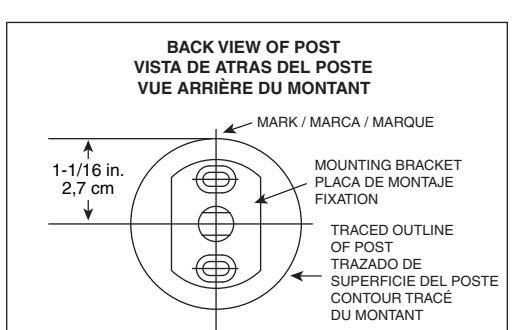
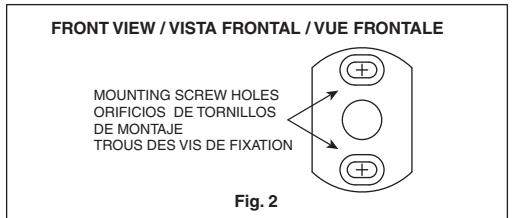
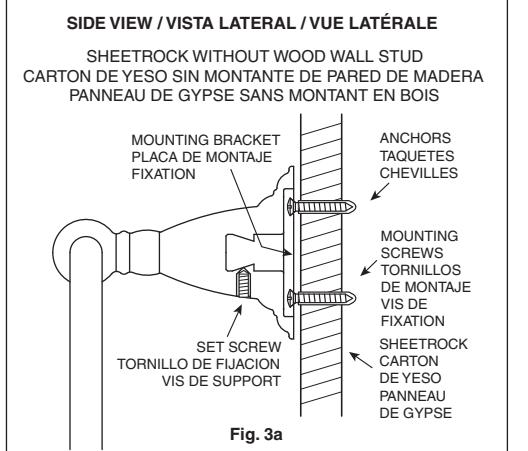
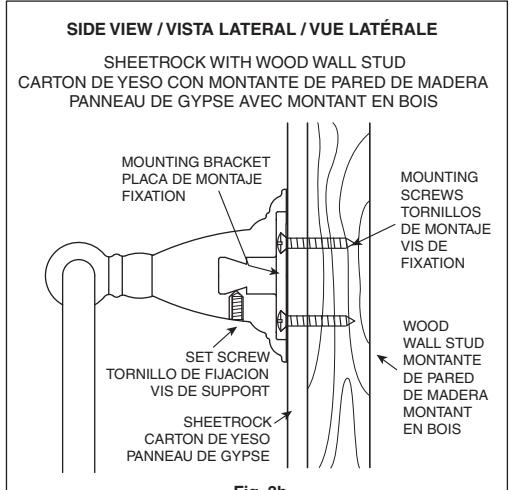

Fig. 1
Fig. 2
Fig. 3a
Fig. 3b
- Locate the unit on the wall where desired and mark the top center of the unit. **Fig. 1.** Draw a 1-3/4 in. vertical line from the mark. Measure 1-1/16 in. down from the mark and draw a 1 in. horizontal line. Position the center hole of the mounting bracket over the intersection of the lines. Be certain that the vertical line is in the center of the oblong holes. Mark the screw locations in the centers of the oblong holes. **Fig. 2.** On ceramic tile, try to locate the mounting hole locations on a grout line. If mounting into ceramic tile, place masking tape on the mounting area before marking the location to prevent the drill bit from sliding across the tile. To drill through ceramic tile, obtain a 1/4 in. diameter carbide tip drill bit.
Drill 1/4 in. diameter holes where indicated, **Fig. 2.** Push in the plastic anchors until flush with the wall and screw the steel mounting bracket to the wall, **Fig. 3a.** Do not overtighten the mounting screws.
Drill 3/32 in. diameter holes for easy screw mounting, **Fig. 2.** DO NOT USE PLASTIC ANCHORS. Screw the steel mounting bracket to the wall, **Fig. 3b.** Do not overtighten the mounting screws.
- Unscrew the set screw if necessary to fit the assembly over the wall mounting bracket. Slip the assembly over the mounting bracket with the set screw body. **Figs. 3a and 3b.** The assembly must hook over the mounting bracket. Push flush with the wall and tighten the set screw.
- Sitúe la pieza en la pared en la posición deseada y marque el centro de la parte superior, **Fig. 1.** Trace una línea vertical de 4,4 cm desde la marca. Mida 2,7 cm desde la marca hacia abajo y trace una línea horizontal de 2,5 cm. Coloque el centro del orificio de la placa de montaje en la intersección de esas líneas. Asegúrese de que la línea vertical esté en el centro de los orificios rectangulares. Marque el lugar de los tornillos en el centro de los orificios rectangulares, **Fig. 2.** Si instala sobre azulejo, trate que los agujeros queden sobre las líneas de unión del azulejo. Para taladrar a través del azulejo use una broca con punta de carburo de 0,6 cm y use masking tape para evitar que la broca se resbale.
Taladre huecos de 0,6 cm de diámetro en los lugares indicados, **Fig. 2.** Introduzca los taquetes de plástico hasta que estén a ras con la pared y atorníle la placa de montaje a la pared, **Fig. 3a.** No apretarlo fuertemente los tornillos de montaje.
Taladre huecos de 0,24 cm de diámetro para lo montaje fácil de tornillo, **Fig. 2.** NO USE LOS TAQUETES DE PLASTICO. Atorníle la placa de montaje a la pared, **Fig. 3b.** No apretarlo fuertemente los tornillos de montaje.
Si es necesario, afloje el tornillo prisionero para encajar el ensamble en los soportes de montaje. Deslice el ensamble sobre el soporte de montaje con el tornillo prisionero en el cuerpo. **Figs. 3a y 3b.** El conjunto debe engancharse sobre la placa de montaje. Introduzca hasta que esté a ras con la pared y apriete el tornillo de fijación.
- Désignez l'endroit où vous voulez installer l'unité et faites une légère marque au-dessus du centre de l'unité, **Fig. 1.** Tracez une ligne verticale de 4,4 cm à partir de la marque. À 2,7 cm sous la marque, tracez une ligne horizontale de 2,5 cm. Placez le trou du centre de la fixation vis-à-vis l'intersection des lignes. Assurez-vous que la ligne verticale est au centre des trous ovales. Marquez la position des vis dans le centre des trous ovales, **Fig. 2.** Sur les carreaux de céramique, essayez de faire correspondre les trous de fixation avec un joint de coulis. Si vous devez percer les carreaux de céramique, appliquez du ruban-cache sur ceux-ci pour empêcher le foret de glisser. Utilisez un foret en carbure de 0,6 cm pour percer dans les carreaux en céramique.
Percez les trous de 0,6 cm de diamètre où vous l'avez indiqué, **Fig. 2.** Enfoncez les chevilles de plastique dans le mur pour que les têtes sont à ras le mur puis vissez la fixation de métal au mur, **Fig. 3a.** Ne trop serrez pas les vis de fixation.
Percez les trous de 0,24 cm de diamètre pour le support facile de vis, **Fig. 2.** N'UTILISEZ PAS LES CHEVILLEES DE PLASTIQUE. Vissez la fixation de métal au mur, **Fig. 3b.** Ne trop serrez pas les vis de fixation.
Dévissez la vis de positionnement si besoin est de façon à mettre l'assemblage sur le support de montage du mur. Glissez l'assemblage sur le support de montage avec la vis de positionnement sur le corps, **Figs. 3a et 3b.** Le support doit pouvoir s'accrocher sur la fixation. Poussez pour que le tout soit bien aligné contre le mur et resserrez la vis de support.